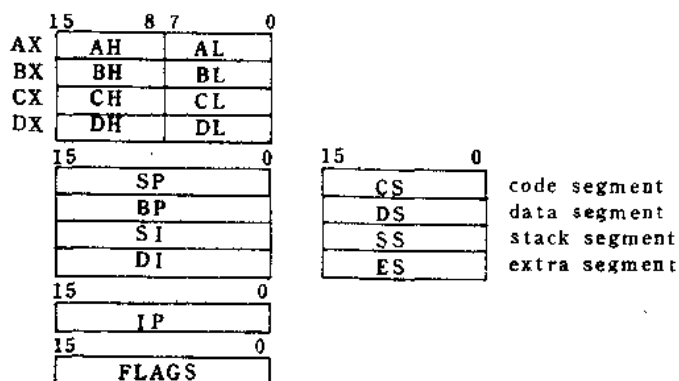

图 1-4 8088 内部寄存器
8088 内部有 8 个 16 位的通用寄存器 (AX, BX, CX, DX, SP, BP, SI, DI) 和 4 个 16 位的 segment 寄存器 (CS, DS, SS, ES,) (如图 1-4 所示)。此外它还有一个 16 位的 Instruction pointer (IP) 和一个 16 位的标志寄存器 (FLAGS)。8 个通用寄存器中 4 个寄存器 (AX, BX, CX, DX) 的每一个又可以分为两个 8 位寄存器。8088 可以分别处理这些 8 位寄